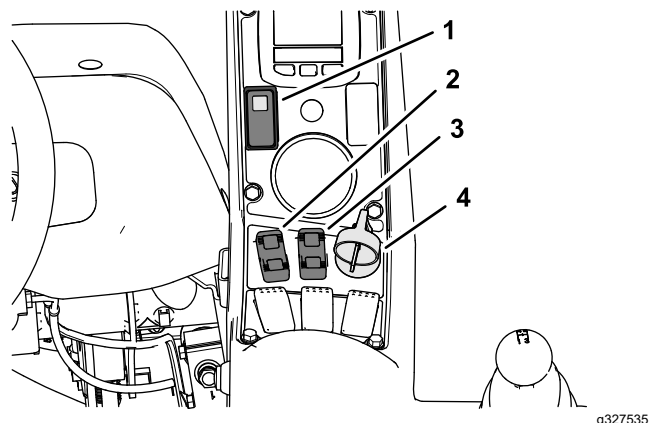
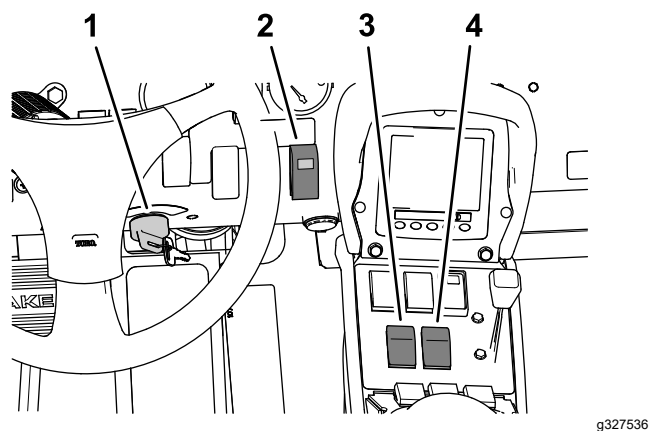
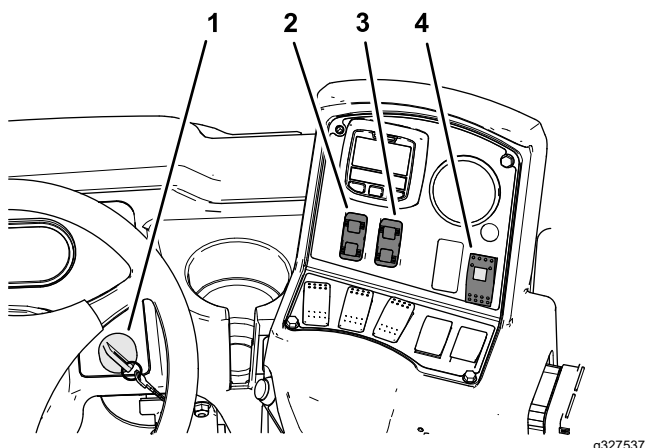

Figura 40
Figura 41
Figura 42
4. Pressione o interruptor da rampa Sonic para a posição LIGAR (Figura 40, Figura 41 ou Figura 42).